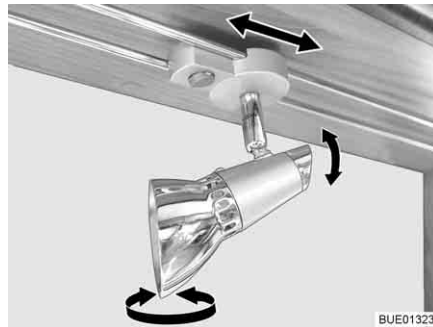

Bild 64 Spotlight
**Vrida:** ■ Ta tag i huset (Bild 64,1) och vrid.
**Förskjuta:** ■ Ta tag i hållaren (Bild 64,2).